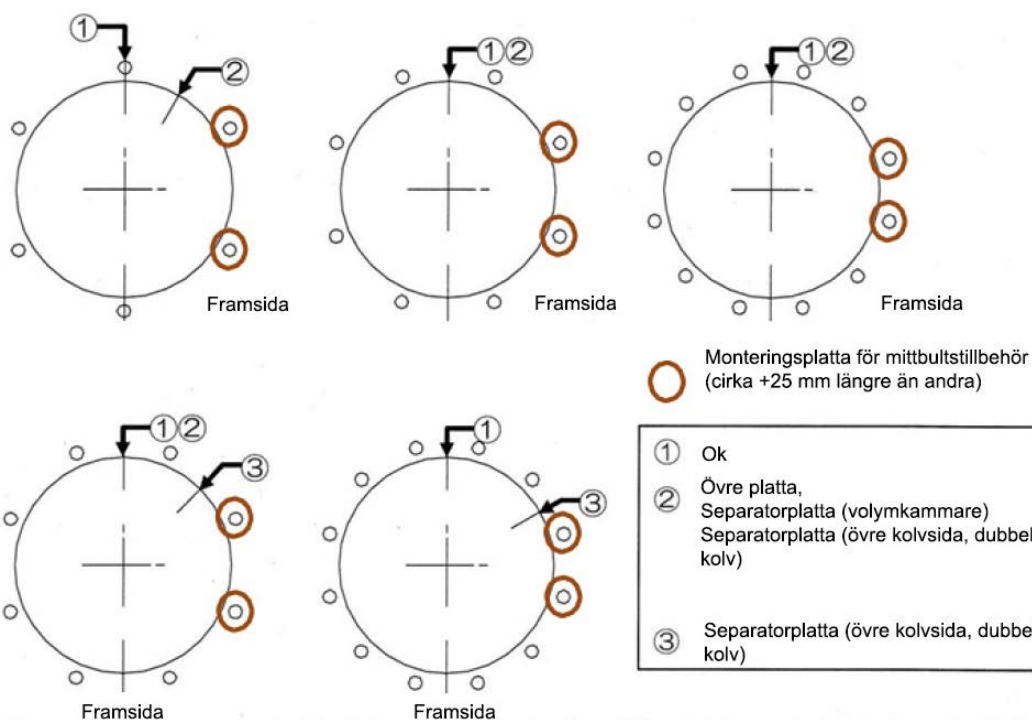

Bild 19 – Mittbultens positioning
12. Se till att luftanslutningarnas lägen är korrekta. Sätt i mittbultarna i hålen på den övre plattan och oket. Montera fjäderbrickorna och muttrarna och dra åt dem lätt för hand. Montera fjäderbrickorna och muttrarna på undersidan av oket för hand. Se till att placeringen av mittbultar (cirka +25 mm längre än andra) för tillbehörets monteringsplatta, om sådan finns, överensstämmer med bild 19.